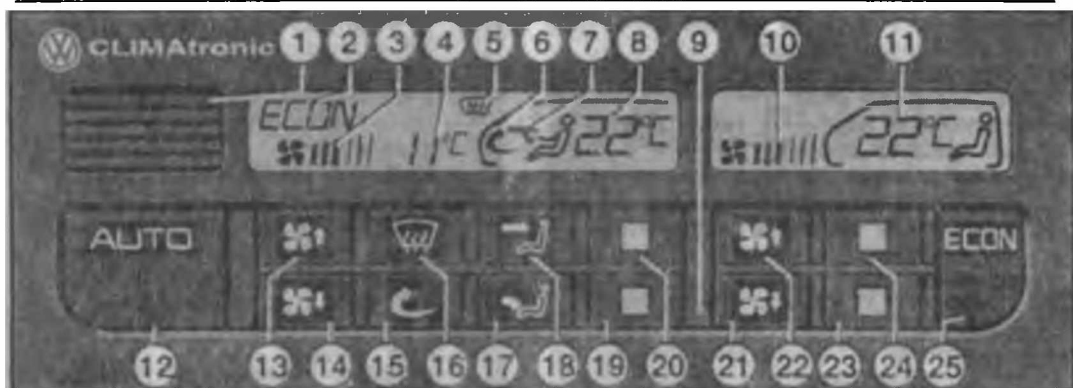

Рис. 1.25 Панель управления системы Климатроник
Органы управления (см. рис. 1.25)
После включения зажигания установка обычно начинает работать в автоматическом режиме. На панели индикаторов появляются показания (2), (3), (4), (8), (10) и (11) (см. рис. 1.25).